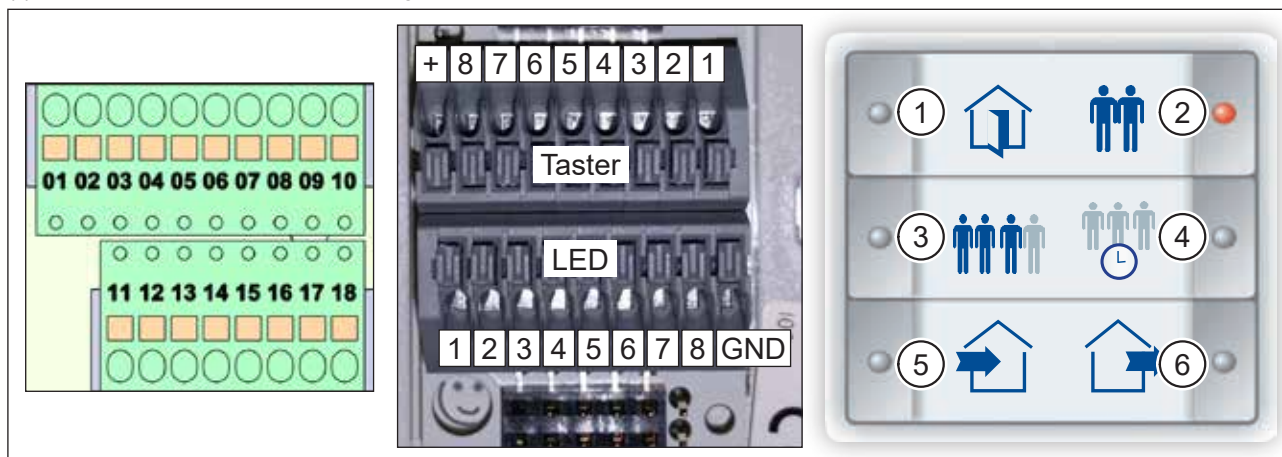

Abb. 27: Klemmenblöcke am Lüftungsgerät, Klemmenblöcke Tastsensor InControl, Einlegeblatt
- ▶ Legen Sie nach der Verdrahtung das Einlegeblatt (Abb. 27) in den Tastsensor InControl.